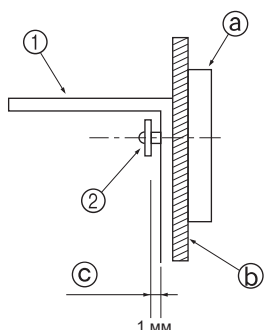

Fig. 3-4
- Алдымен, кронштейнді қабырғаға бекітіңіз де, бұранданы кронштейн жоғары және төмен сырғып кетпейтіндей етіп бекітіңіз. (Fig. 3-4)
- ① Аударылып қалудың алдын алу кронштейні
- ② Өздігінен кесетін бұранда
- ③ Фриз
- ④ Қабырға бетінің материалы
- ⑤ Шамамен 1 мм бос орын